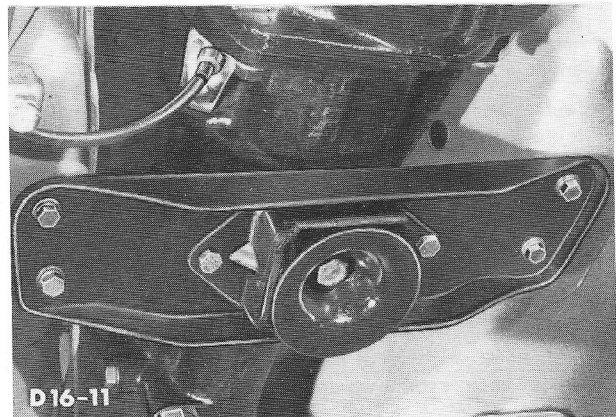

Fig.22 Achterste motorsteun verwijderen.
7. Maak de versnellingsbak los van de achterste motorsteun (1 bout) en de achterste motorsteun van de wagenbodern (4 bouten) (fig.22).